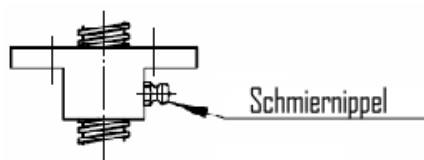

Abb. 22
- Sofern dieser vorhanden, kann für Spindelhubgetriebe Mod. B der Schmiernippel der Mutter (siehe Abb. 22) verwendet werden, indem Fett eingepresst wird und man die Mutter mehrmals laufen läßt, so dass die gesamte Trapezgewindespindel gefettet wird.